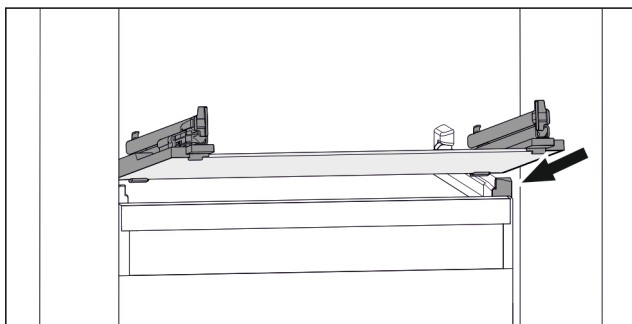

Fig. 101 Przykładowa prezentacja płyty szklanej
- ▶ Założyć płytę szklaną pod skosem za stoperami. (patrz Fig. 101)